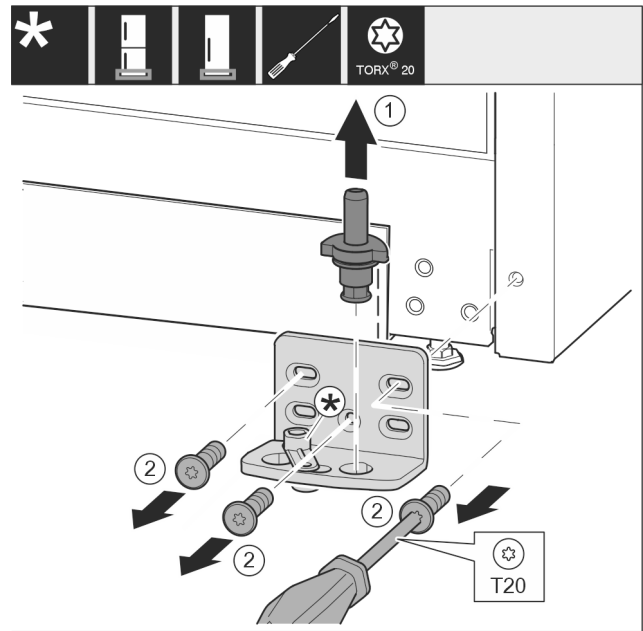

Fig. 13
- ▶ Træk hængselbolten helt opad og ud. Fig. 13 (1)
- ▶ Skru skrueene ud med skruetrækkeren T20, og tag hængselkonsollen af. Fig. 13 (2)